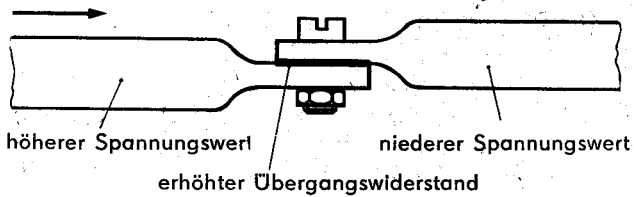

Bild 5
- die Spannung vor und hinter der Kontaktstelle, vom Akkumulator kommend, gemäß Bild 5, zu messen und